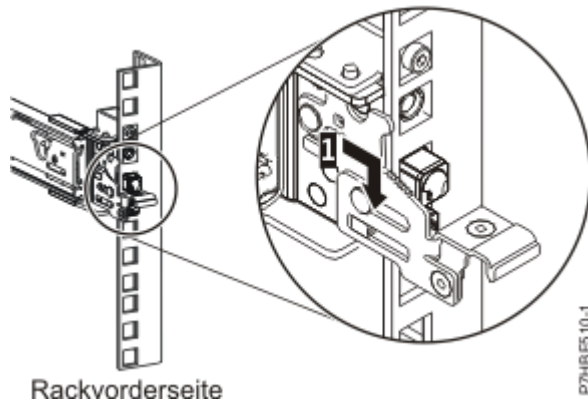

Abbildung 5. An der vorderen Schiene des Racks befestigte Stifte
6. Ziehen Sie die Schiene nach vorne und setzen Sie an der Vorderseite der Schiene drei Stifte in die zuvor markierten Bohrungen innerhalb der ausgewählten EIA-Einheit ein. Senken Sie die Schiene ab **(1)**, damit der hakenförmige mittlere Stift einrastet. Einzelheiten finden Sie unter Abbildung 5 auf Seite 6.